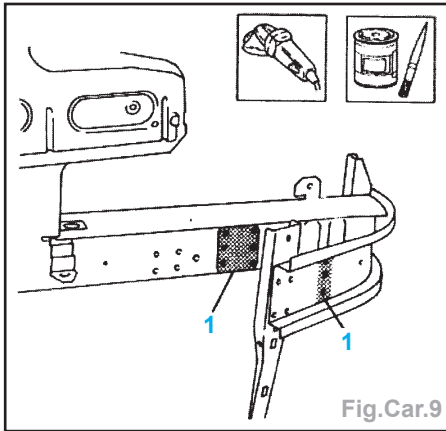

Fig.Car.9
- Nettoyer la zone (1) de soudures et appliquer un apprêt électro-soudable (Fig.Car.9).